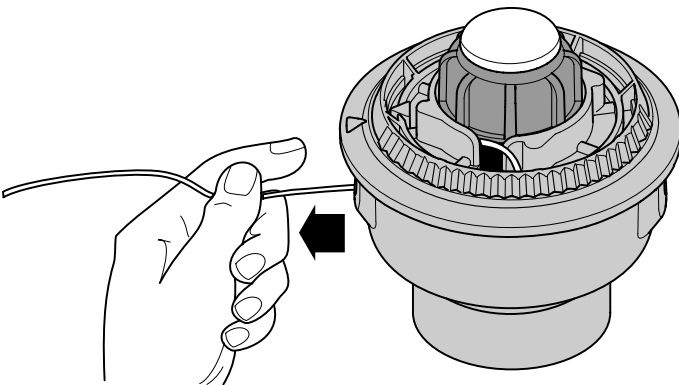

Fig. 18
6. Tirez le fil de la bobine extérieure jusqu'à ce qu'il soit bien serré contre le moulinet intérieur (Fig. 18).